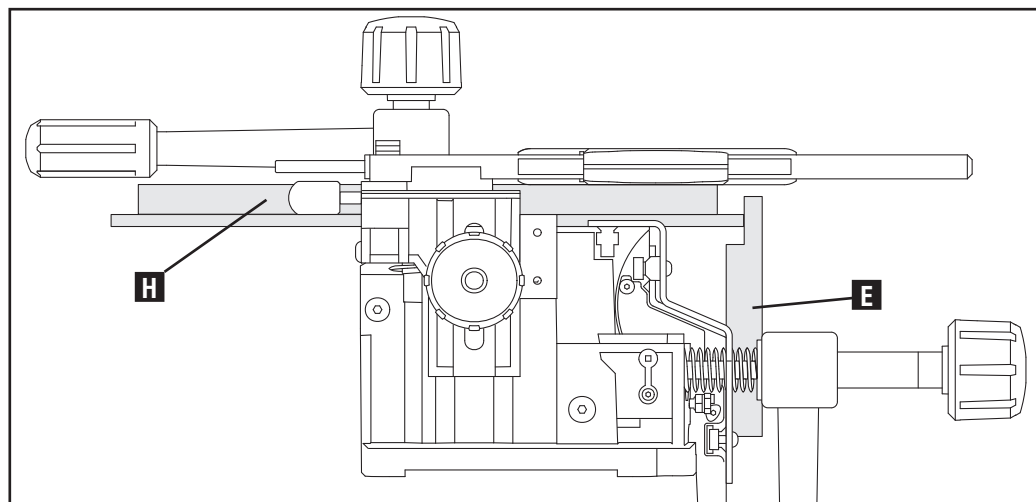

Fig. G5
2. Montez un bloc d'installation rainuré (E), Fig. G5, verticalement avec le rebord rainuré faisant face à la pièce horizontale.
3. Amenez la planche-goujon (H) vers l'avant pour qu'il touche à peine le bloc d'installation (E).
4. Retirer le bloc de montage (E).